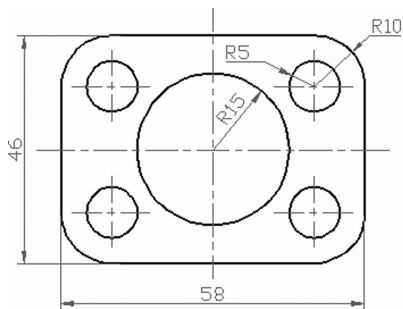
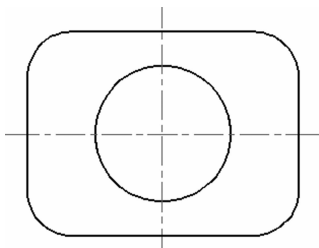
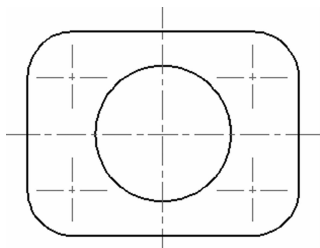

图 2-19 垫 片
图 2-20 绘制垫片的外轮廓
图 2-21 绘制垫片的四小圆
【例 2-6】 绘制如图 2-19 所示的垫片平面图，首先使用“矩形”(RECTANG)命令绘制出垫片的轮廓(见图 2-20)，然后用“圆”(CIRCLE)命令绘制垫片的中孔和小孔，如图 2-21 所示。
- (1) 用“矩形”命令绘制垫片的外轮廓，并绘制两条通过各边中点的中心线，如图 2-20 所示。命令行提示如下：